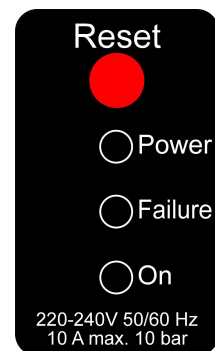

Abb.07
- Falls die Pumpe nicht automatisch anläuft, drücken Sie den Reset-Taster des Durchflusswächters und halten diesen solange gedrückt, bis die Pumpe selbständig weiterläuft, siehe Abb. 07.